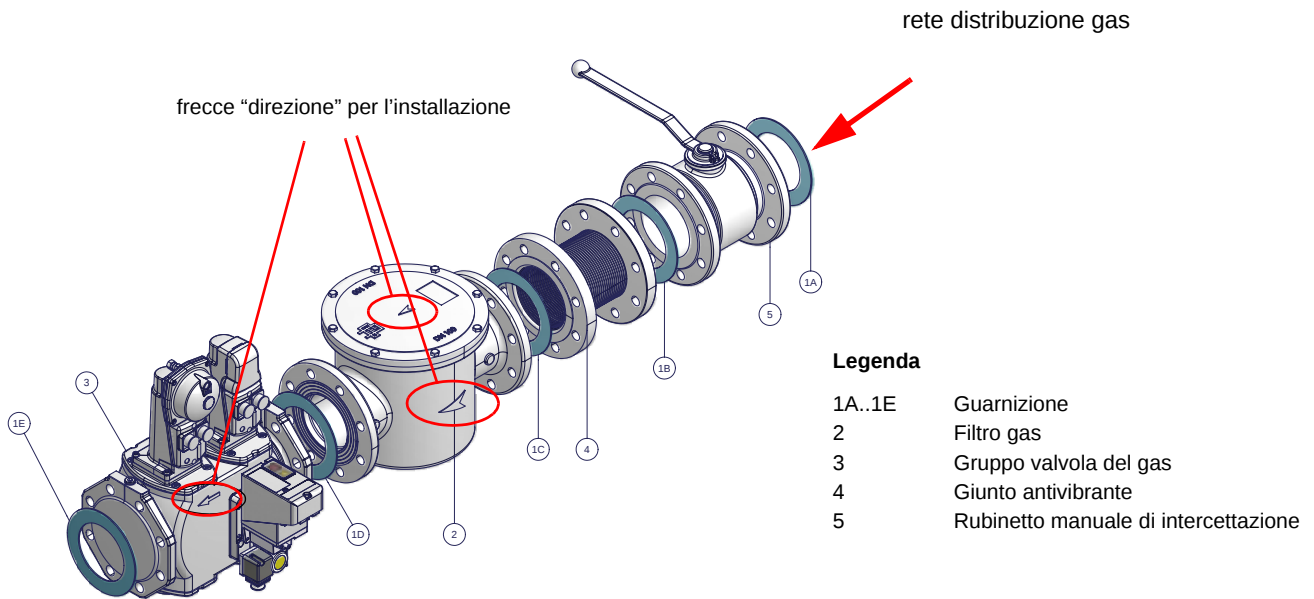

Fig. 4 - Esempio di rampa gas
- 1-b) nel caso di giunti flangiati: interporreátra un componente e l'altro, una guarnizione (n. 1A..1E - Fig. 4) compatibile con il gas utilizzato,
ATTENZIONE: una volta montata la rampa secondo lo schema riportato in Fig. 4, deve essere effettuata la prova di tenuta del circuito gas, secondo le modalità previste dalla normativa vigente.